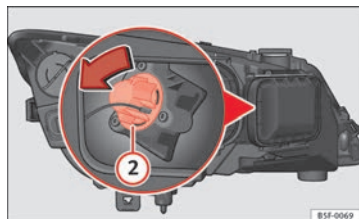

Fig. 184 Lâmpada das luzes indicadoras de mudança de direção
- Rode o porta-lâmpadas ⇒ Fig. 184 ② para a esquerda e puxe.